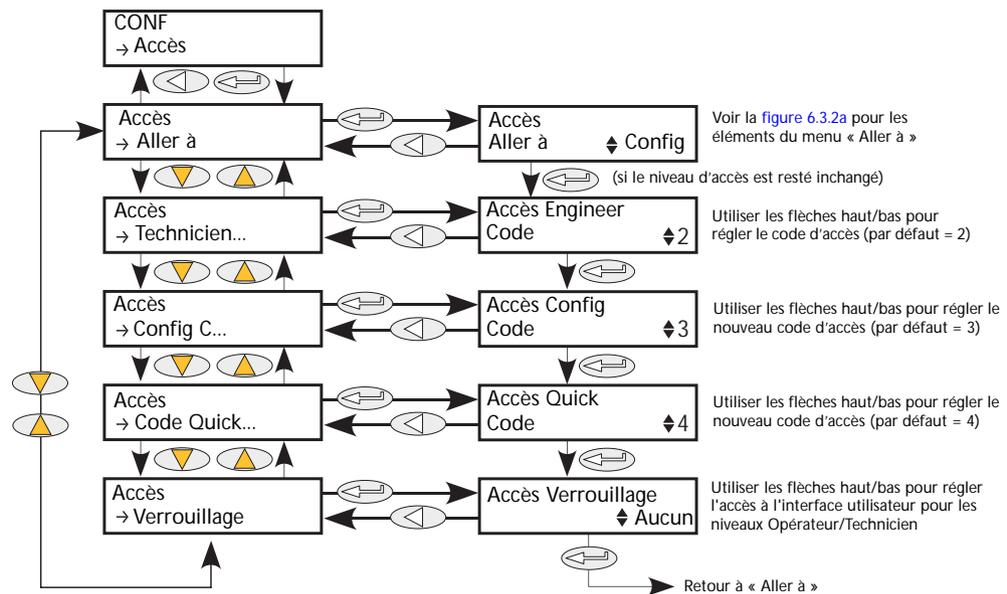

Figure 6.3.2b Configuration de l'accès
2. à l'utilisateur d'éditer les codes d'accès actuels des menus Technicien, Configuration et Quickstart (figure 6.3.2b),
3. de limiter l'accès aux boutons-poussoirs de l'interface opérateur dans les menus Opérateur et Technicien (figure 6.3.2b).